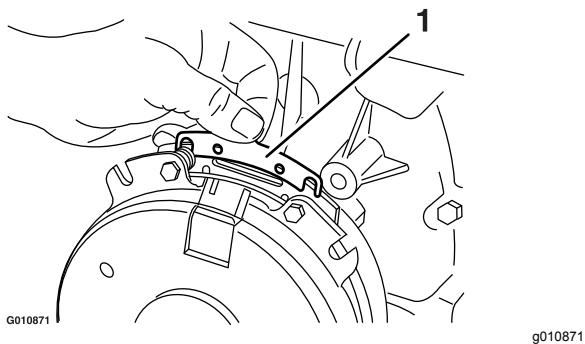

Figura 67
- B. Usando un alicate de punta fina, o a mano, sujeté la pestaña y retire el suplemento (Figura 67).